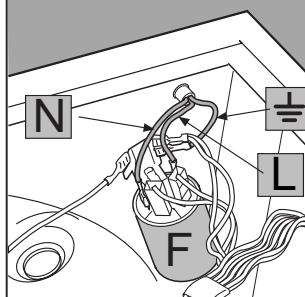

Abb. 4
3. Nehmen Sie die Drähte vom Entstörer F [Abb. 4] ab, achten Sie hierbei auf die korrekten Anschlussstellen (Blauer Draht = N; Brauner Draht = L) und lassen Sie den Erdleiter  $\text{---}$  bis zum Schluss.